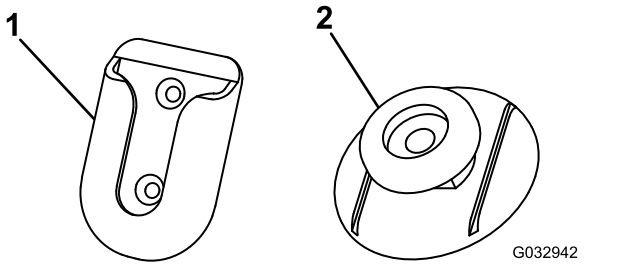

Figura 5
4. Limpie la parte trasera del soporte giratorio (Figura 5) con la toallita con alcohol, y luego séquela.
8. Retire el papel protector de un lado del adhesivo y aplíquelo a la parte trasera de la pestaña de montaje (Figura 5).